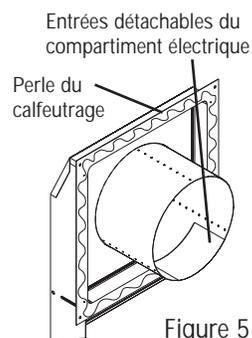

Figure 5
10. Si le mur a moins de 8 po d'épaisseur, retirez une ou plusieurs des entrées détachables du compartiment électrique. (fig. 5)